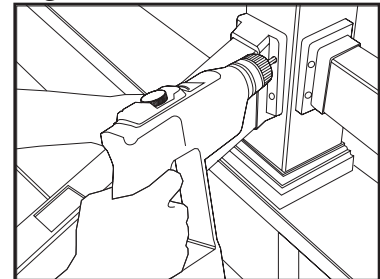

Fig. 3
6. Deslice los soportes de montaje reversibles e inclinados sobre el riel inferior. Los soportes inclinados están hechos para adaptarse a cualquier ángulo entre 30° y 34°. **NOTA: Dependiendo de su aplicación, puede haber un espacio marginal en el soporte para encajar en la baranda. (FIG. 3)**
7. Coloque el riel inferior entre los postes o superficies de montaje asegurándose que el bloque de soporte (usado en la sección de 8 pies) esté totalmente encajado en el riel inferior y que éste esté al ángulo deseado. Una vez que se determine la altura del riel inferior, monte los soportes en el poste o superficie de montaje y fíjelos con los tornillos de 2 1/2" provistos. **NOTA: Cuando instale los tornillos, perforo previamente los agujeros usando una broca de 1/8" NOTA: Si instala Barandas TAM-RAIL en una pared de mampostería, debe usar tornillos para mampostería en lugar de los suministrados con el juego. (FIG. 3)**